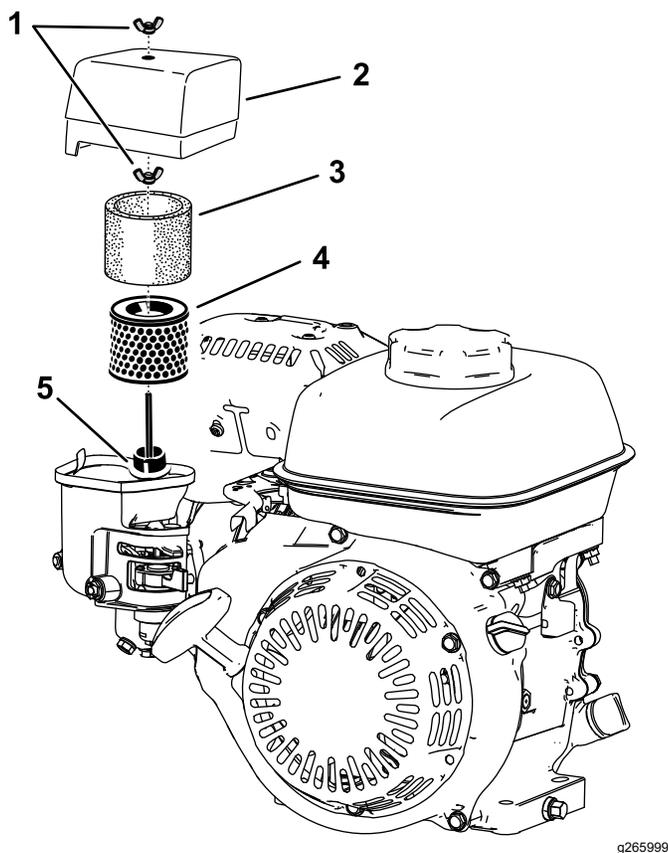

Figura 29
2. Retire la tuerca de orejeta que fija la cubierta del limpiador de aire (Figura 29).